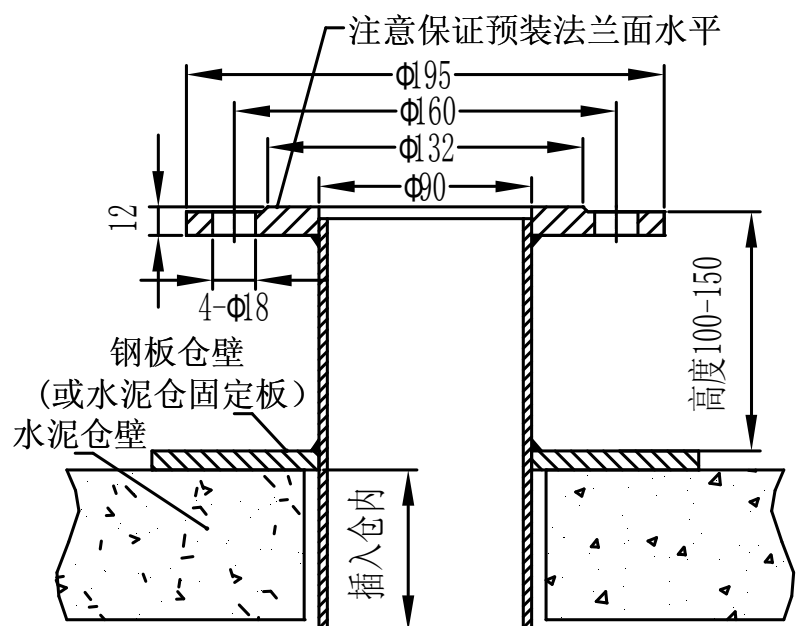

图 3
显示控制器（二次表见图 3）的程序芯片根据量程不同大致分为：
(2) 准备法兰、钢管及钢板（见图 3）铁板仓顶开大于钢管外圆孔，插入焊接。水泥仓顶应准备固定铁板。在适合大小的铁板上开大于钢管外径孔插入焊接，
将法兰、铁管及铁板焊接好，注意相互垂直。（见图 3）在仓顶适当的位置开孔，孔径为大于钢管外径 10-20 毫米（注意孔径范围内不能有残余钢筋石块等凸起）。再将铁板放于孔上，用膨胀螺栓或水泥固定于水泥仓顶固定到水泥仓顶上，建议用混凝土将其封住。注意用水平尺找好水平。（指法兰）